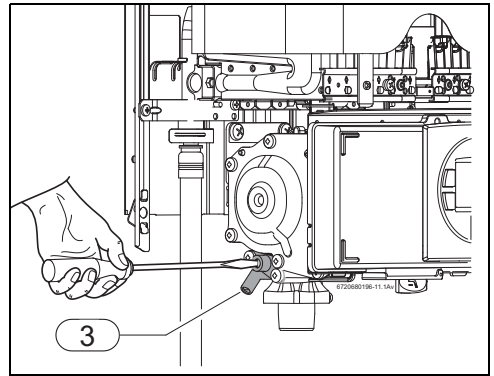

Fig. 26 Tornillo de ajuste del caudal máximo de gas
- ▶ Retirar la selladura del tornillo de ajuste (Fig. 26).
- ▶ Regular la presión del quemador máximo (tabla 12) utilizando el tornillo de ajuste del caudal de gas máximo (Fig. 26).